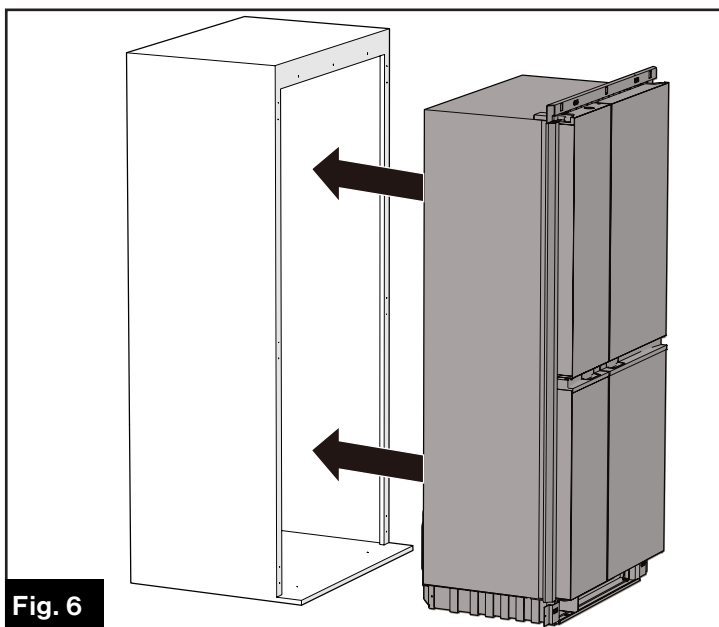
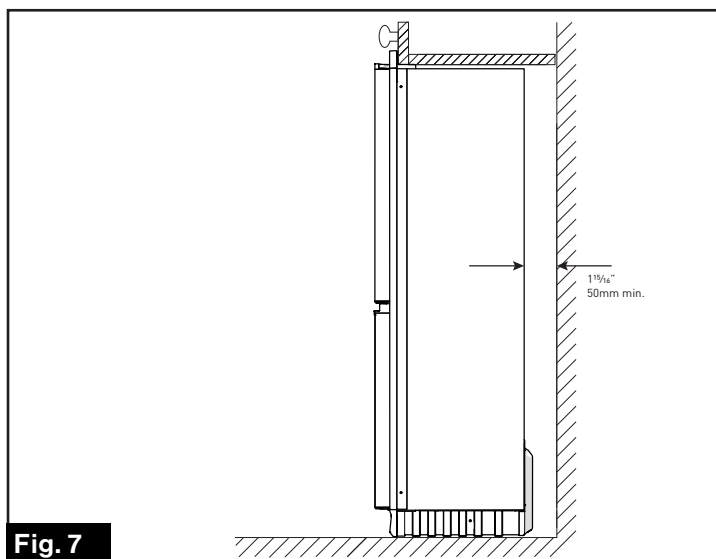

Fig. 6
Fig. 7
5. Coloque el refrigerador completamente dentro del gabinete. (Fig. 6) Asegúrese de dejar un espacio mínimo de $1\frac{5}{16}$ " (50 mm) desde la parte posterior del refrigerador hasta el gabinete para una mejor circulación del aire. (Fig. 7)